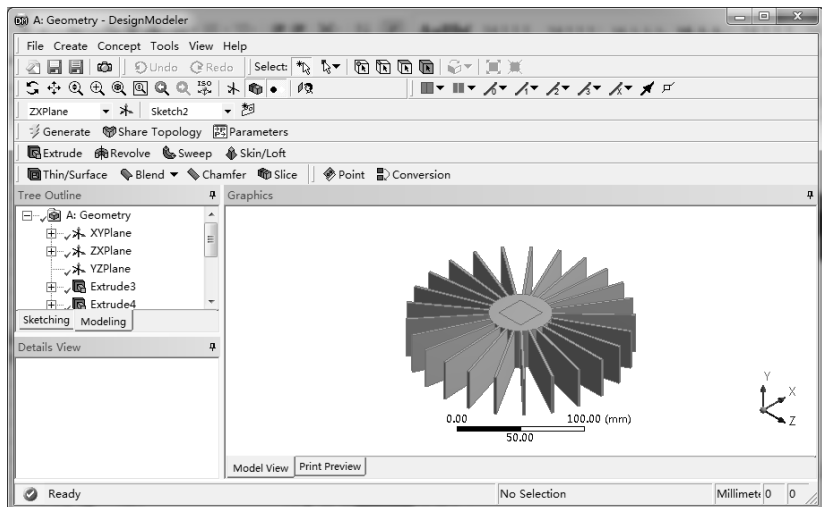

图 12-61 DesignModeler 界面
3) 双击项目 A 中的 A2 栏的【Geometry】项，此时会进入到 DesignModeler 界面，在窗口右侧显示出几何图形，如图 12-61 所示。